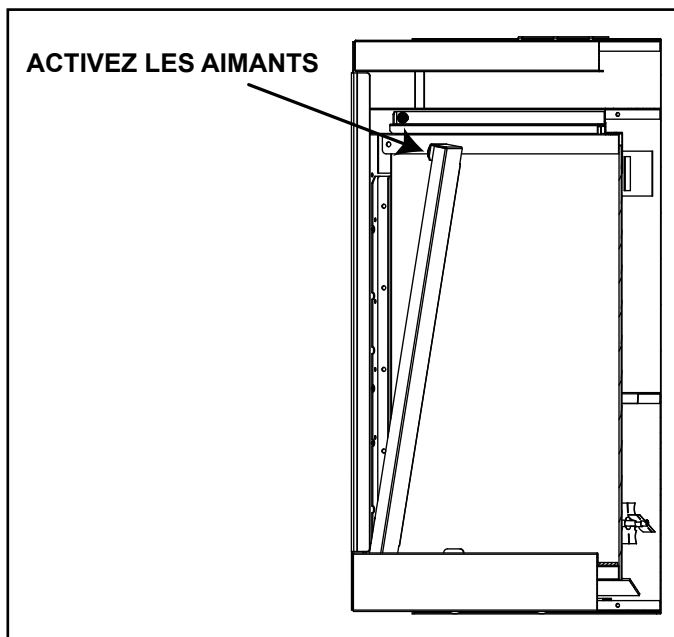

Figure 4.10 Installation des panneaux latéraux
1. Installez un panneau de chaque côté (gauche et droit) de l'appareil. Glissez le bas du panneau en place, puis faites pivoter le haut vers le haut et en place. L'aimant maintiendra le panneau sur le côté de l'appareil. Voir la figure 4.10.